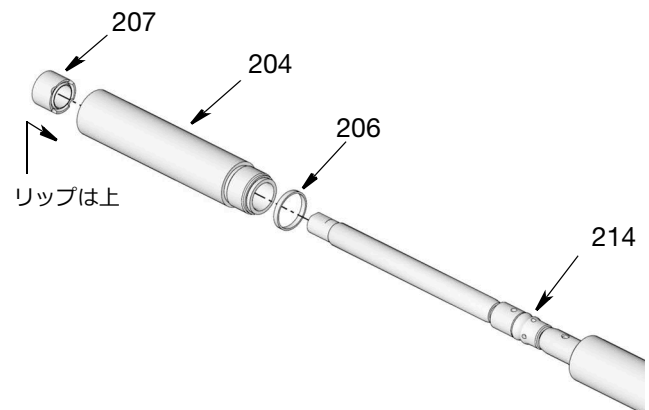

図 42
- シール (206) にグリースのレイヤーを薄くつけ、ポンプシリンダー (204) に取り付けます (図 42)。
- ピストンシール (214) にグリースのレイヤーを薄くつけます。
- ポンプシリンダー (204) をスペーサーシリンダー (205) にネジ止めします。レンチを使用してしっかりと締め付けます。45-55 フィート-ポンド (61-74 N•m) のトルクを与えます。
- 吸入シール (207) にグリースの薄い層を塗布し、図 42 に示すように、リップを上に向けてポンプシリンダー (204) の内側に取り付けます。